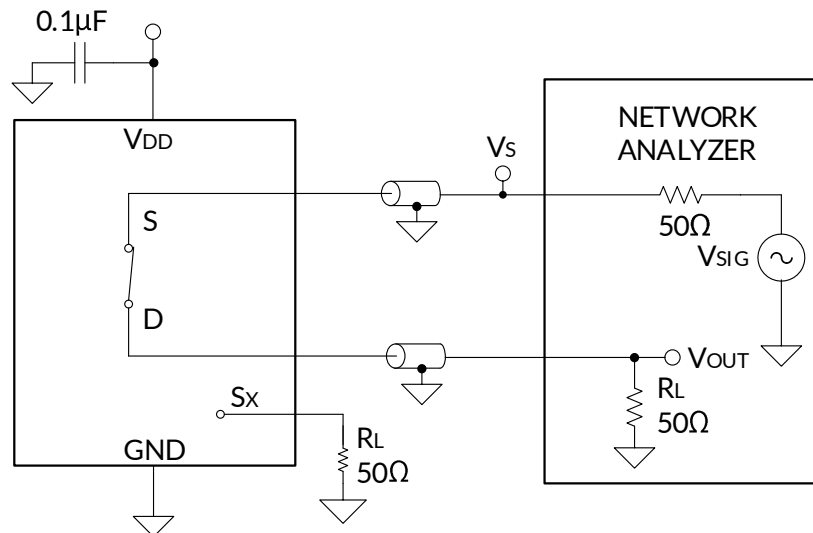

图 20. 带宽测量配置
带宽的定义是：当输入信号施加在导通通道的源极引脚 (S_x) 上，并在器件漏极引脚 (D) 处测量输出时，信号衰减小于 3dB 的频率范围。图 20 展示了用于测量带宽的测试配置。